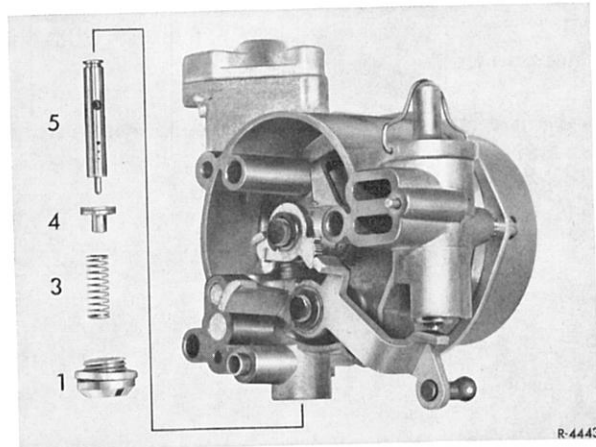

Bild 07-1/12
Mit zunehmender Temperatur in der Starterdose (15) bringt die Bimetallfeder immer weniger Widerstand auf und der Mitnehmerhebel geht in seine Nullage zurück. Die Druckfeder (3) drückt während dieses Vorganges den Startschieber heraus, bis alle Bohrungen verdeckt sind und das Ventilplättchen (4) die Kraftstoffzufuhr gänzlich sperrt (Bild 07-1/12).